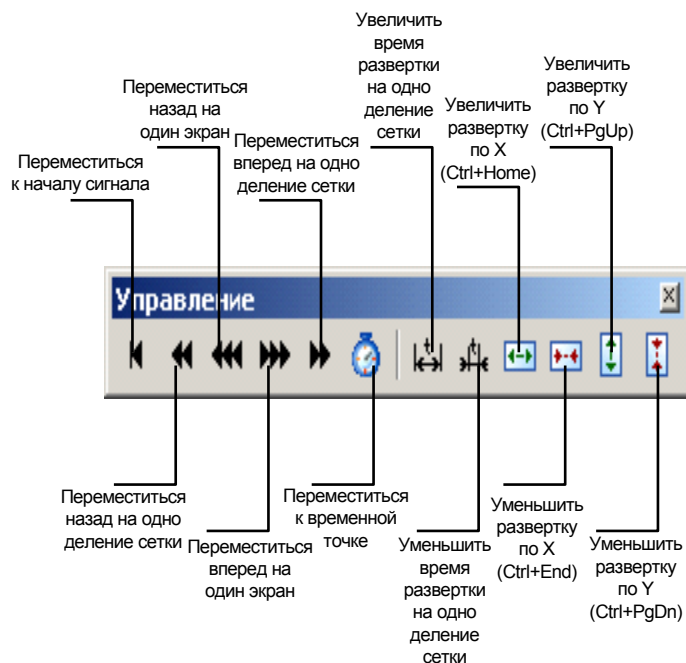

Рисунок 24
2.1. Настроить отображение данных по оси X. Для этого используется панель инструментов "Управление" (см. Рисунок 24). Это панель настройки параметров отображения координатных осей. Она доступна только при открытом мониторе.